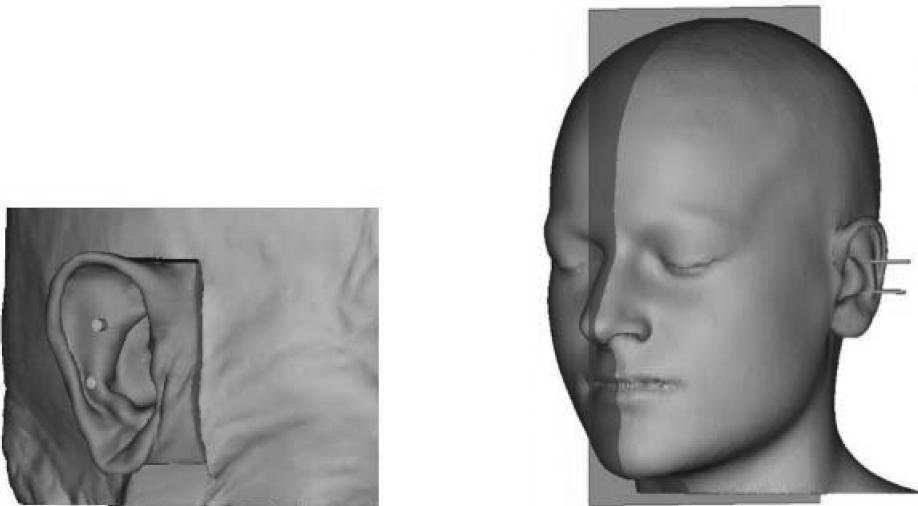

图 8-9 镜像患者的组织结构
4) 镜像。镜像功能可以将选定的对象沿一个设定的平面或一个已有平面（从人体数据分析或 MEDCAD 得来）镜像生成新的对象，也可以选取多个对象进行镜像操作。图 8-9 所